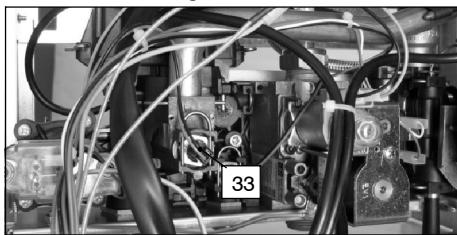

fig. 8.4
- 3 Scollegare il cablaggio della sonda NTC riscaldamento 33 in fig. 8.4
- Ricollegare il cablaggio della sonda NTC riscaldamento 33 in fig. 8.4